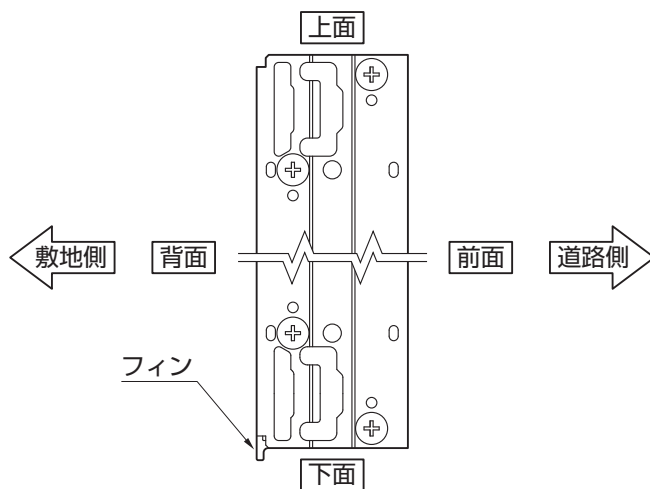

図3-1 パネル側面図
- パネルには上下があります。フィンがある方が下になります。(図3-1参照)